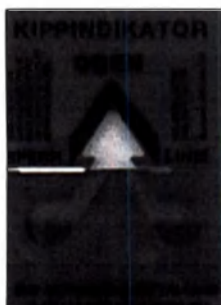

Рис. 3
- При приемке прибора проверьте индикаторы переворачивания (→ "Рис. 3") на упаковке.